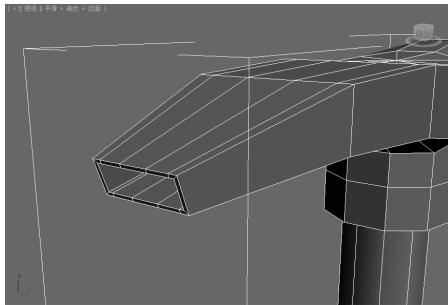

图 5-113 修改后的出口多边形▲
(8) 单击“插入”按钮右边的按钮, 在弹出的对话框中设置“插入量”为 0.06, 单击“确定”按钮, 再单击“挤出”按钮右边的按钮, 在弹出的对话框中设置“挤出高度”为 -0.1, “轮廓量”为 -0.01, 单击“确定”按钮并删除挤出后的多边形, 效果如图 5-113 所示。